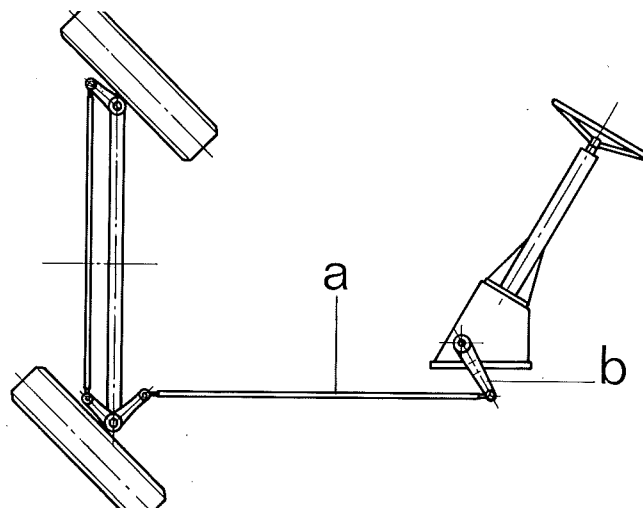

Fig. 146 - Schéma du dispositif de direction.
- Séparer le tirant (a) (Fig. 146) du levier (b).